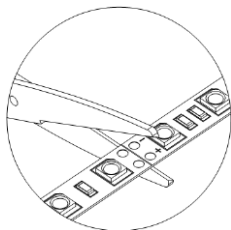

Рисунок 3.
5.3. Определите необходимую длину ленты. Ленту рекомендуется разрезать¹ ножницами между контактными площадками для пайки. Места для резки промаркированы (см. Рисунок 3). Не допускается резка ленты в других местах.